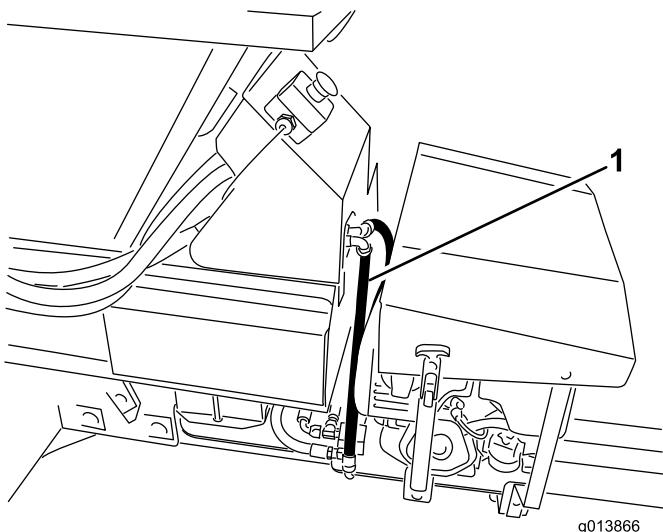
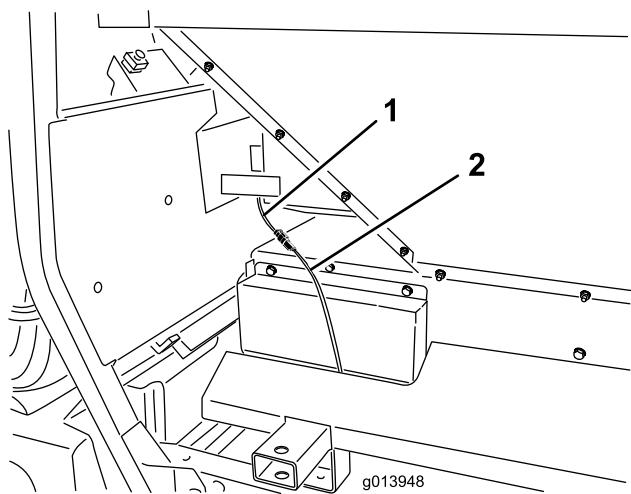
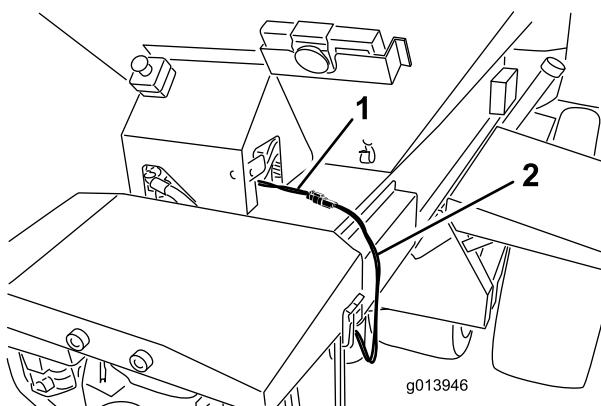

Figura 17
Figura 19
Figura 18
41. Ligue os tubos hidráulicos ao painel de controlo hidráulico. Consulte Figura 16 sobre as versões SH e Figura 17 e Figura 18 sobre as versões EH.
45. Ligue a cablagem intermédia no conector de alimentação no ProPass (Figura 18 ou Figura 19).